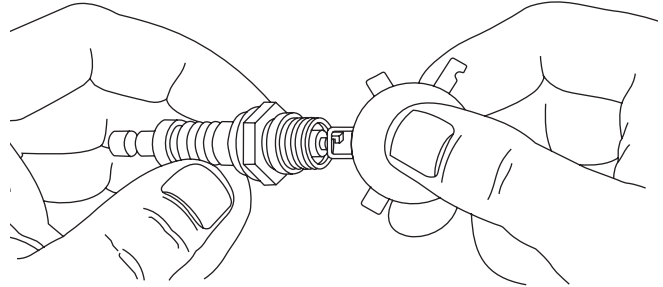

Figura 13 — Revise la bujía
3. Compruebe la separación del electrodo con un calibrador de alambre y ajuste el espacio de la bujía a la medida recomendada si fuera necesario (véase la Figura 13 y *Especificaciones*).